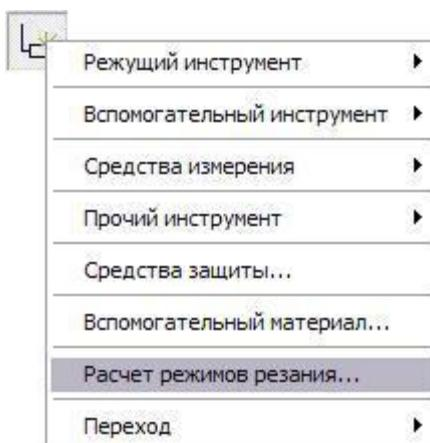

Рисунок 20. Выбор расчета режимов резания
7. В появившемся меню выберите строчку «Расчет режимов резания ...» и нажмите левую кнопку мыши (см. рис. 20).